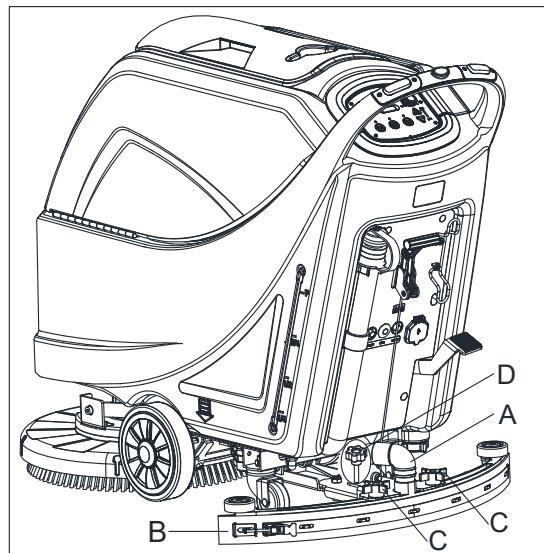
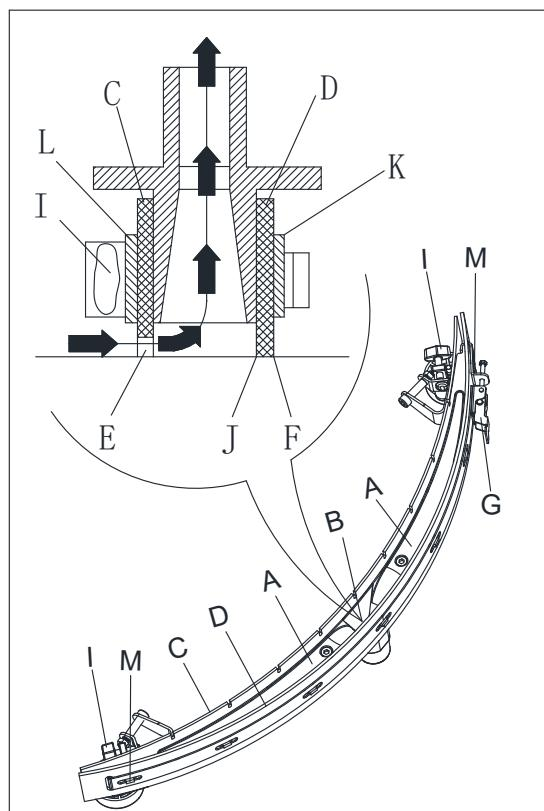

Рисунок 19
Рисунок 20
2. Убедитесь, что края (E, Рисунок 20) передней лопасти (C) и края (F) задней лопасти (D) находятся на одном уровне, по всей длине; при необходимости отрегулируйте высоту в соответствии со следующей процедурой:
- Извлеките растянутый стержень (G), освободите защелки (M) и отрегулируйте заднюю лопасть (D), затем закрепите защелки (M) и установите растянутый стержень (G).
- Ослабьте кнопки (I) и отрегулируйте переднюю лопасть (C), затем закрепите кнопки.
3. Проверьте переднюю лопасть (C) и заднюю лопасть (D) на отсутствие износов, порезов и разрывов; при необходимости замените их в соответствии со следующей процедурой. Убедитесь, что передний угол (J) задней лопасти (D) не изношен; при необходимости переверните лопасть, чтобы заменить изношенный угол цельным углом. Если другие углы также изношены, замените лопасть в соответствии со следующей процедурой:
- Извлеките растянутый стержень (G), освободите защелки (M) и удалите сдерживающую ленту (K), затем замените/переверните заднюю лопасть (D). Соберите лопасть в обратном разборке порядке.
- Открутите кнопки (I) и удалите сдерживающую ленту (L), затем замените переднюю лопасть (C). Соберите лопасть в обратном разборке порядке. После замены лопасти (или переворачивания), отрегулируйте высоту, как показано в предыдущем шаге.
4. Подсоедините вакуумный шланг (A, Рисунок 19) к швабре.
5. Установите швабру (B) и закрутите кнопки (C).
6. При необходимости отрегулируйте кнопку регулировки баланса швабры (D).